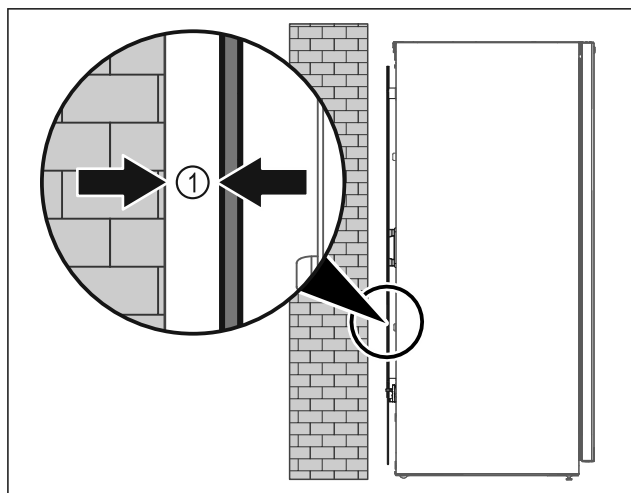

Fig. 8
- ▶ Urządzenie ustawić swobodnie w pomieszczeniu lub bezpośrednio przy ścianie z minimalnym odstępem 5 mm Fig. 8 (1).